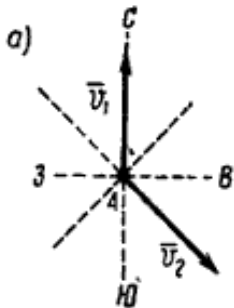

Рис. 19. Курс движения самолётов
6. Маршруты двух самолетов пересекаются над поселком А. Первый самолет летит точно на север, второй самолет – на юго-восток. Скорости V_1 и V_2 обоих лайнеров численно равны ($V_1 = V_2 = V$). Определить, чему равна и как направлена в этот момент скорость второго самолета относительно первого (рис. 19).